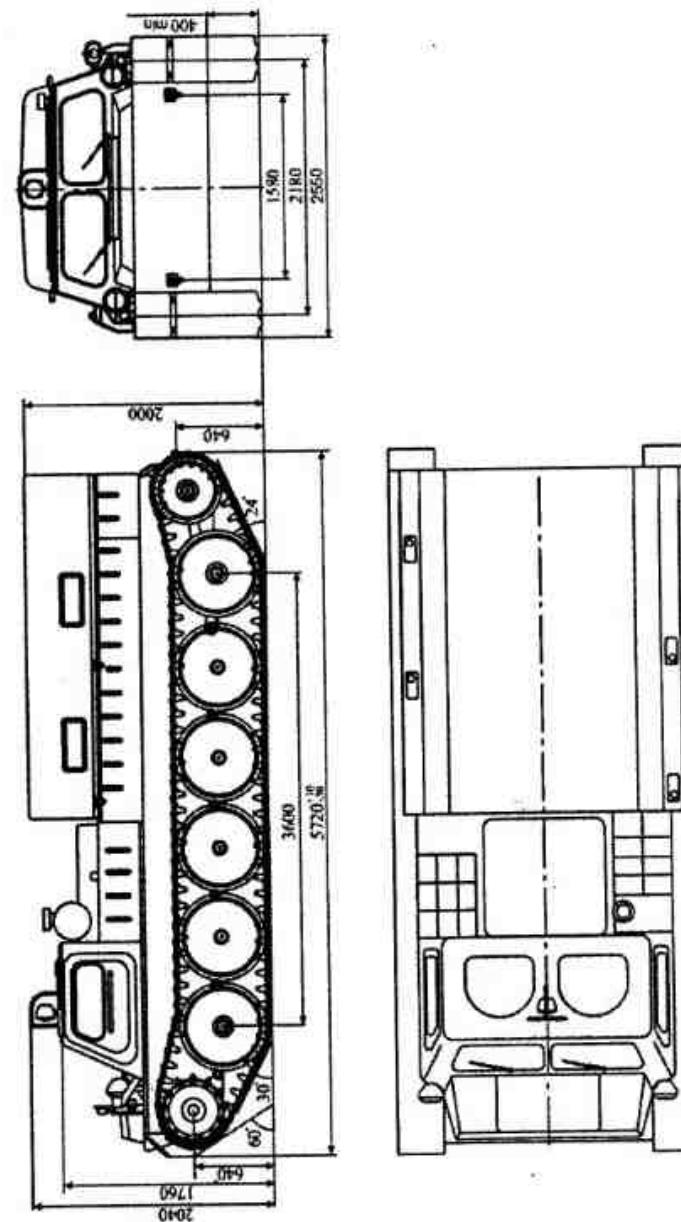

Рис. 1.1. Габаритные размеры снегоболотохода ГАЗ-34039 (34039-00000012/013/022/023)
1. 34039-0000012/013 – пассажирский повышенной комфортабельности с утепленным двойным тентом кузова и независимым отопителем кузова (рис. 1.1).
2. 34039-0000022/023 – грузоассажирский с одинарным тентом кузова и откидными бортовыми сиденьями кузова (рис. 1.1).